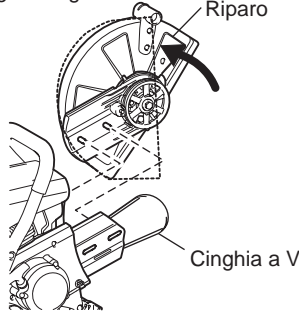

Fig. 2
- (3) Ruotare il riparo nella posizione della linea interrotta. Rimuovere la cinghia a V e quindi l'accessorio di taglio dalla sega circolare. Riposizionare il punto di presa. (Fig. 2)